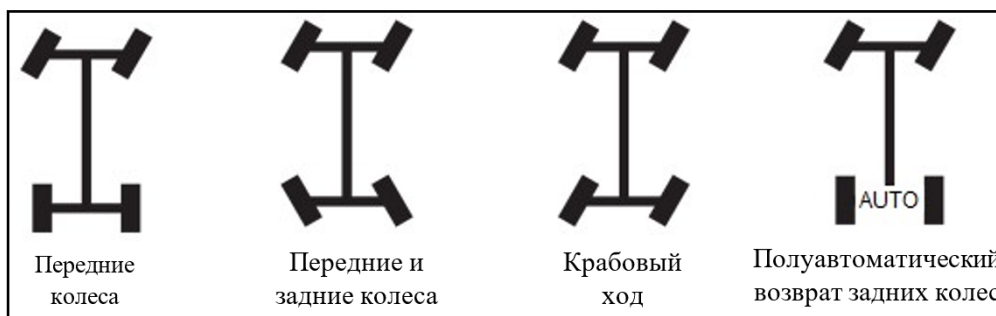

Рисунок 3.82. Панель переключателей
- ▶ Войти в меню «Панель переключателей» на дисплее (рис. 3.82);
- ▶ Войти в меню «Панель переключателей» на дисплее, см. рис. 3.82. Выбрать режим «Полуавтоматический возврат задних колес»;